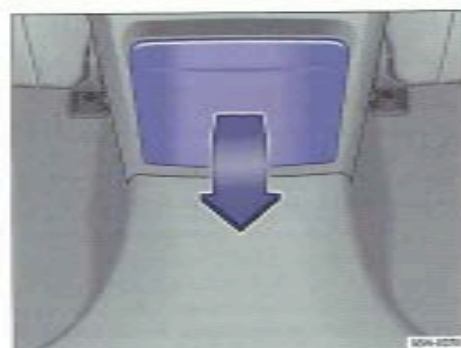

Fig. 121 Dans la console centrale arrière : ouverture du porte-boissons.
- Relevez le couvercle par le bas $\Rightarrow$ fig. 121.